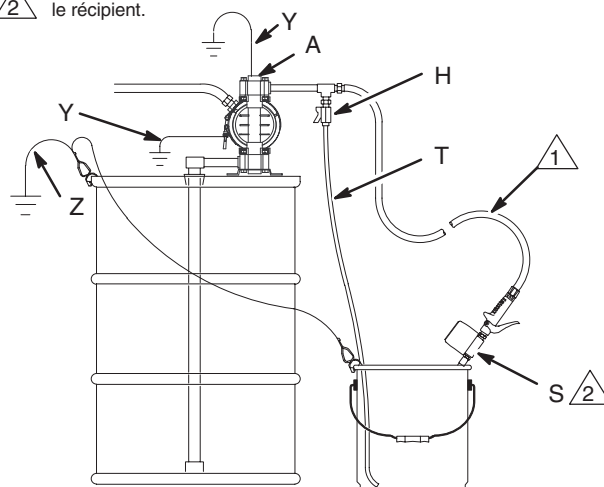

Fig. 3
En cas de pompage de produit inflammable conducteur, **toujours** mettre tout le système produit à la terre en s'assurant que le système produit est bien raccordé à une véritable prise de terre (voir Fig. 3). **Ne jamais** utiliser de pompe en polypropylène ou en Kynar® pour un produit inflammable non conducteur comme spécifié par votre réglementation locale en matière de prévention des incendies.
**REMARQUE:** En cas de pompage de produits inflammables conducteurs avec une pompe en polypropylène ou en Kynar®, **toujours** relier le système produit à la terre. Voir la rubrique **MISE EN GARDE** ci-dessus. La figure 3 indique une méthode conseillée de mise à la terre de réservoirs de produits inflammables pendant le remplissage.